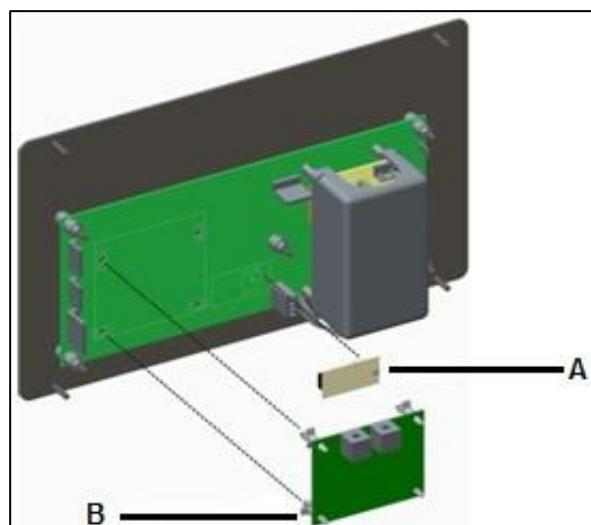

Fig. 3.3
4. Si la carte démontée est équipée d'une carte Horloge **A** (Fig. 3.3), démontez-la et montez-la sur la nouvelle carte.
5. Si la carte est équipée d'une carte de communication **B** (Fig.3.3) démontez-la et montez-la sur la nouvelle carte.